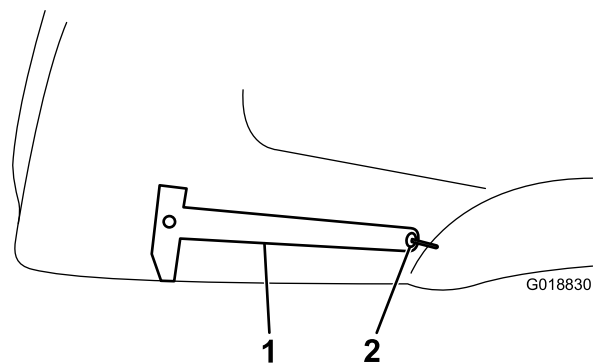

Figur 5
12. Borra 4,75 mm stora hål från insidan av flaket med de två hålen i förstärkningsstången närmast hjulöppningen som vägledning (Figur 5).